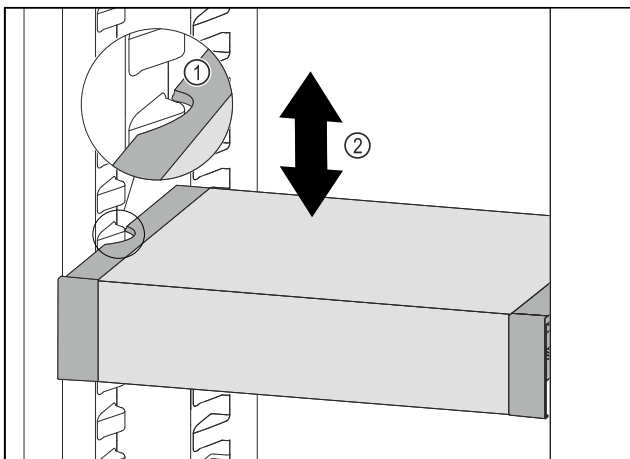

Fig. 35
- ▶ Потягнути VarioSafe вперед, поки бокові заглиблення VarioSafe не опиняться на рівні ребра для резервуара в охолоджувальному відділенні. Fig. 35 (1)
- ▶ Пересувайте VarioSafe вгору або вниз в охолоджувальному відділенні до тих пір, поки не досягнете бажаної висоти. Fig. 35 (2)